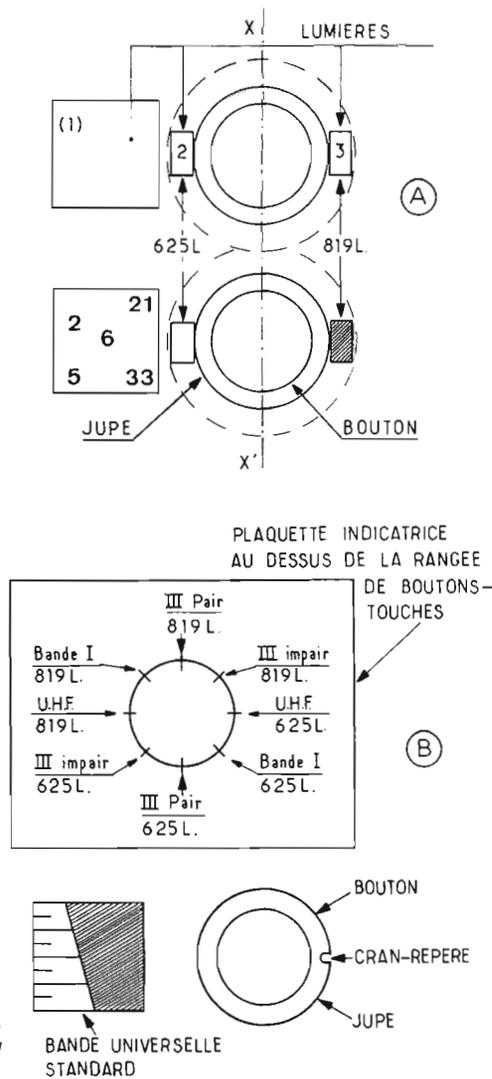

Fig. 15. - Signalisation des bandes et du standard de définition.
Signalisation mécanique : Un premier dispositif est donné par la figure 15, en A, en regard de chaque touche et suivant un axe perpendiculaire à celui, vertical, X-X', du sélecteur de programme; ce dispositif comprend une grande fenêtre (1) où apparaissent sur une bande mobile les numéros des canaux imprimés aux couleurs précitées. Puis, de part et d'autre de la jupe deux petites ouvertures (2 et 3) affichent un point coloré du code des bandes suivant la définition en service, à gauche 819 L., à droite 625 L. Ce point coloré est dû à une couronne montée sur la jupe; elle comporte sur une moitié les points de couleur et une opacité sur l'autre moitié. Comme les deux petites lumières sont diamétralement opposées on voit tout de suite le côté en service, la couleur du point indique la bande.
Un second dispositif adopté pour les modèles courants, est donné par la figure 15 B. Celui-ci est différent, il est dit : « à bande universelle standard ». Il convient pour tous les modèles de sélecteurs de programme dans toutes les orientations. La graduation apparaissant dans la grande fenêtre permet un repérage arbitraire et relatif de la position d'un émetteur. Il nécessite une plaquette indicatrice à monter au-dessus de la rangée de touches; le repère est un cran longitudinal sur la jupe.